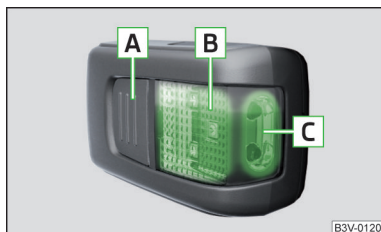

Fig. 109
Descripción de la luz » fig. 109
- » Para **encender** de la lámpara retirada, presionar la tecla **A** » fig. 109. Presionando nuevamente se **apaga** la lámpara.
Si no se apaga la lámpara y está colocada correctamente en el soporte, los medios de iluminación LED en la parte delantera de la lámpara **C** » fig. 109 se apagan automáticamente.